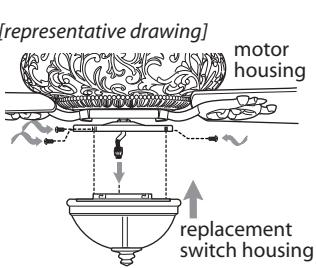

Fig. 4
- F. Connect male plug from motor housing to female plug in receiver module located **inside** replacement switch housing. (See Fig. 4 for example.)
- G. Make sure all wiring is tucked inside switch housing. Attach replacement switch housing to motor housing with screws that were previously loosened/removed. (See Fig. 4 for example.) Tighten all screws securely.
- F. Conectar el enchufe macho del bastidor del motor al enchufe hembra en el módulo del receptor que se encuentra **dentro de** la caja de encendido de repuesto. (Ver ejemplo en la Fig. 4.)
- G. Asegurarse de meter todo el cableado dentro de la caja de encendido. Sujetar la caja de encendido de repuesto al bastidor del motor con los tornillos que se aflojaron/quitaron anteriormente. (Ver ejemplo en la Fig. 4.) Apretar bien todos los tornillos.